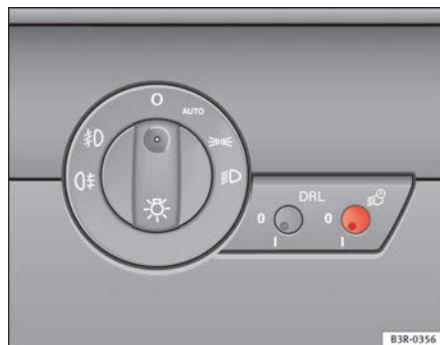

Fig. 87 Pormenor do painel de instrumentos: Funções coming home e leaving home
- Pressione brevemente o botão ⇒ fig. 87 para o retirar da sua posição.